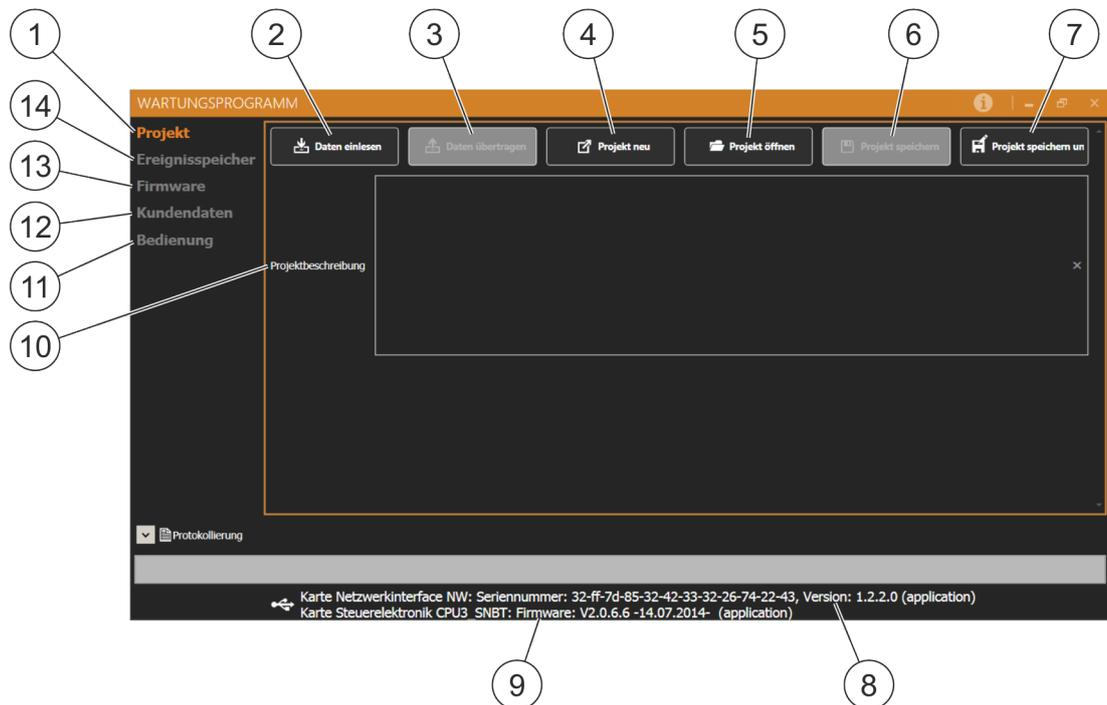

Abb. 72: Startseite Wartungsprogramm
- Projekt (Abb. 72/1) ↪ Kapitel 10.3 „Projekt“ auf Seite 92
- Daten einlesen (Abb. 72/2) (grau hinterlegt, wenn kein System angeschlossen)
- Daten übertragen (Abb. 72/3) (grau hinterlegt, wenn noch keine Daten eingelesen worden sind)
- Projekt neu (Abb. 72/4)
- Projekt öffnen (Abb. 72/5)
- Projekt speichern (Abb. 72/6) (grau hinterlegt, wenn zuvor kein Projekt geöffnet wurde)
- Projekt speichern unter (Abb. 72/7)
- Ereignisspeicher (Abb. 72/14) ↪ Kapitel 10.4 „Ereignisspeicher“ auf Seite 92
- Firmware (Abb. 72/13) ↪ Kapitel 10.5 „Firmware“ auf Seite 93
- Kundendaten (Abb. 72/12) ↪ Kapitel 10.6 „Kundendaten“ auf Seite 93
- Bedienung (Abb. 72/11) ↪ Kapitel 10.7 „Bedienung“ auf Seite 95
- Seriennummer Netzwerkkarte, Versionsnummer Netzwerkkarte (Abb. 72/8)
- Firmware Version (Abb. 72/9)
- Bei Projektbeschreibung (Abb. 72/10) kann das Projekt beschrieben werden. Diese Beschreibung wird mit dem Projekt bei "Projekt speichern unter" bzw. "Projekt speichern" mit den Daten auf dem **PC** gespeichert. Die Projektbeschreibung wird nicht mit zum System (EFD III) übertragen und nicht im System gespeichert. Nach dem Auslesen der Daten aus einem System steht die Projektbeschreibung nicht zur Verfügung.